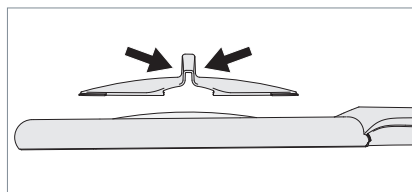

Fig. 8: Lupenabdeckung montieren.
- Drücken Sie die Lupenabdeckung am oberen Teil zusammen, siehe Fig. 8.